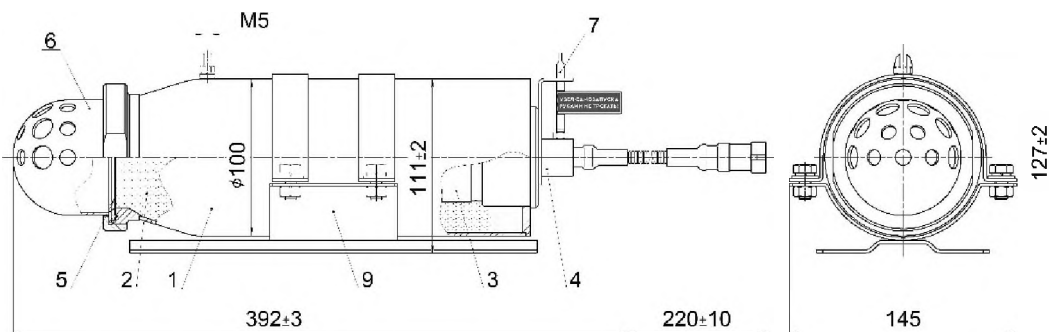
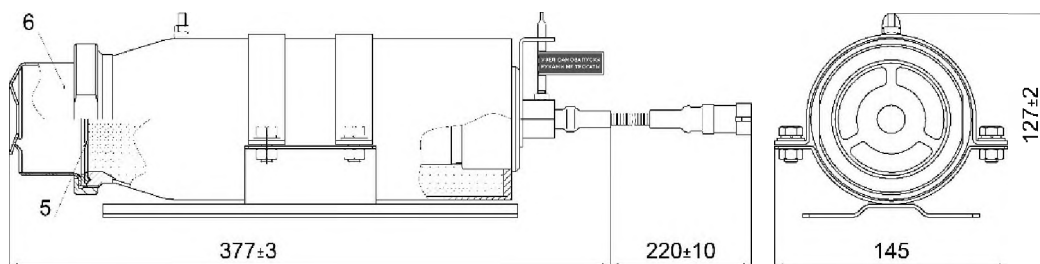

Рисунок 2.1 - Устройство модуля Буран-2,0(1)С.
Рисунок 2.2 - Устройство модуля Буран-2,0(1к)С, остальное см. рис. 2.1.
2. Габаритные размеры, мм	см. рис. 2.1, рис. 2.2, рис. 2.3